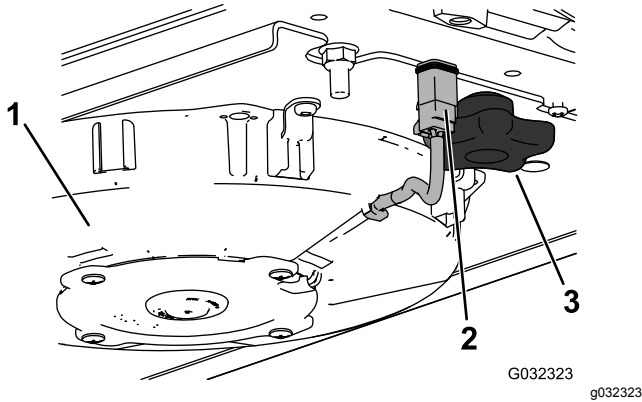
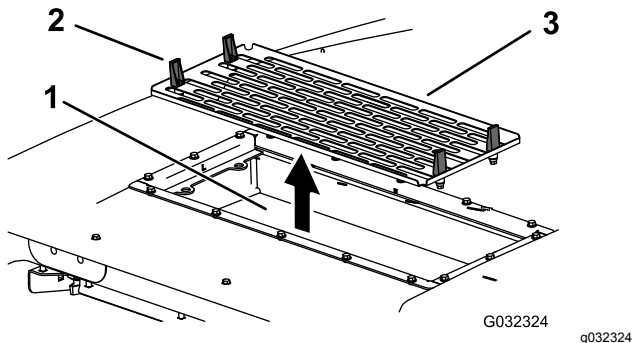

Figura 132
Figura 133
6. Instale os filtros de ar, painel e conjunto da ventoinha (Figura 131, Figura 132 e Figura 133).
7. Ligue o fio de cada uma das ventoinhas (Figura 132).